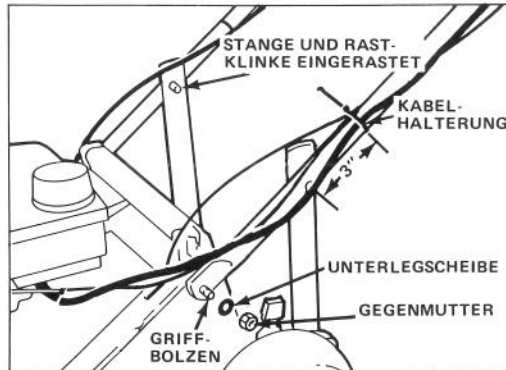

Bild 1
1. Die Enden der Griffstangen auseinanderpressen und auf die Griffbolzen des Mähergehäuses schieben (Bild 1).
2. Die Griffstange an beiden Seiten mit Unterlegscheibe und Gegenmutter an den Griffbolzen befestigen (Bild 1).
Klinken einrasten (Bild. 1).